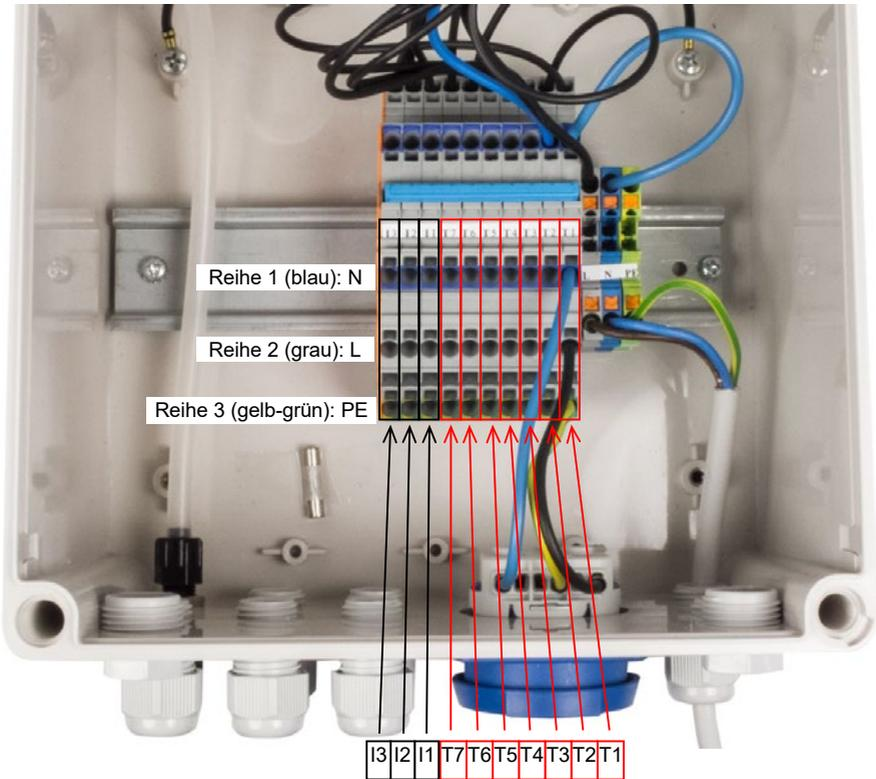

Abbildung 6: Steuerung 9.7 – Klemmleiste
Zur Steuerung der erforderlichen Aggregate verfügt die Steuerung K-Pilot 9.7 über mehrere elektrische Aus- und Eingänge. An der Klemmleiste wird jeweils in Reihe 1 (blau markiert) der Neutraleiter (N) des anzuschließenden Aggregats angeschlossen, in Reihe 2 (grau markiert) die Phase (L) und in Reihe 3 (gelb-grün markiert) die Erde (PE). In Abbildung 6 ist die Steckdose für den Verdichter – wie standardmäßig vorgesehen – in Spalte (= Klemme) T1 wie beschrieben angeschlossen.